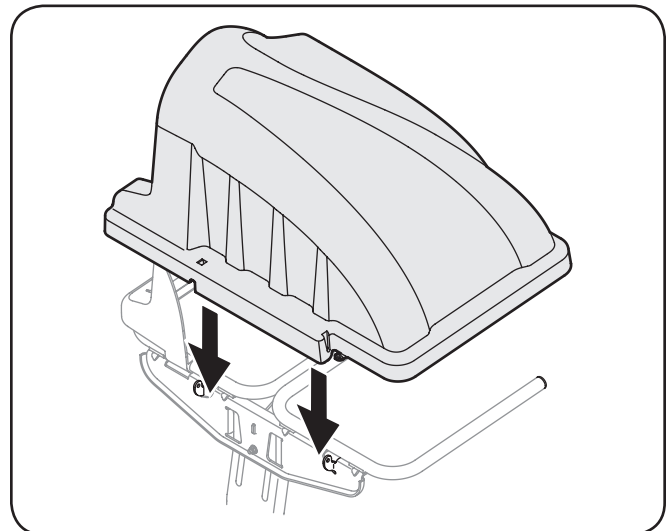

Figura 4-13
5. Instale la cubierta de la embolsadora en la unidad de soporte de la bolsa, como se muestra en la Figura 4-13. La cubierta plástica va dentro de las dos lengüetas de montaje.